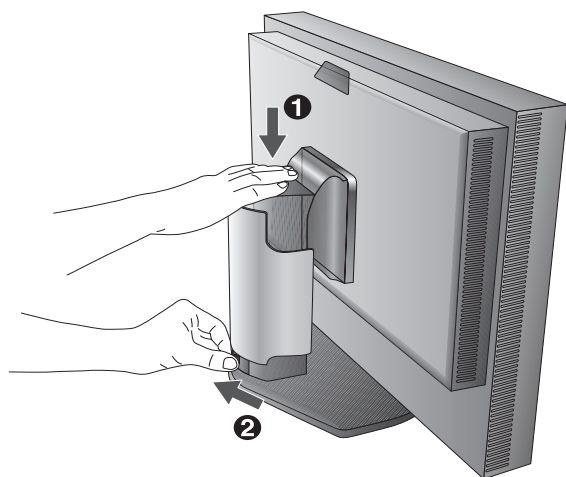

Figure B.1
3. Le bouton de verrouillage permet d'empêcher la modification de la hauteur. Placez votre main sur la partie supérieure du moniteur pour baisser complètement l'écran. Déplacez le bouton de verrouillage pour déverrouiller le support, afin de relever l'écran (**Figure B.1**).